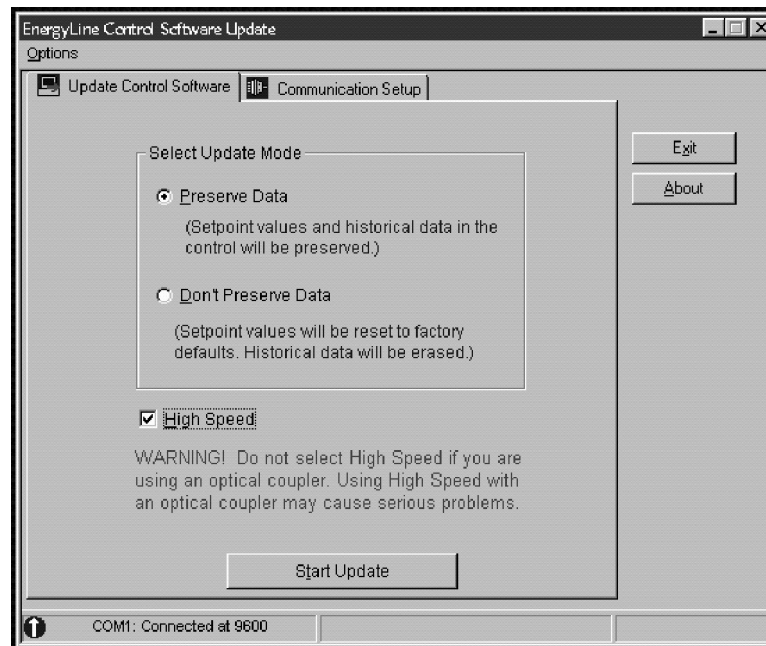

Figura 11. Caixa de diálogo de Atualização de Software.
- (a) Clique no arquivo *Start menu>Programs>EnergyLine>Update* (Menu de Inicialização>Programas>EnergyLine>Atualização). A caixa de diálogo *Update* (Atualização) é aberta. Ver Figura 11.